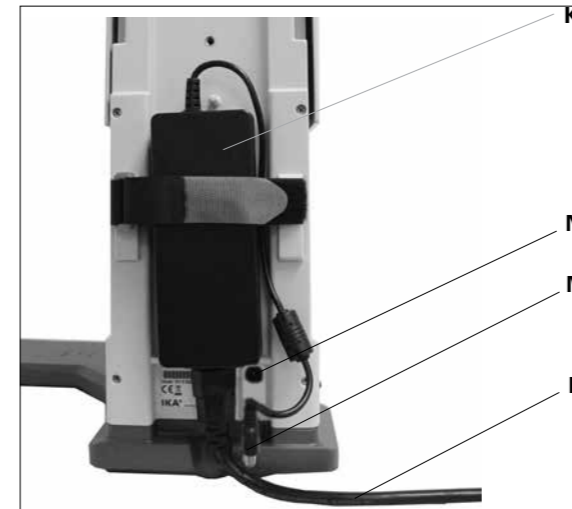

Fig. 9
3.) 安装电源适配器 (Fig. 9)
- 将电源适配器 (K) 置于仪器背部并以尼龙搭扣固定，其中尼龙搭扣的魔术贴连接在电源适配器上。请注意，尼龙搭扣的位置不得处于电源适配器与仪器背部相间的位置。
- 将低电压连接器 (M) 连接到连接接口 (N) 上。(Fig. 9)
- 将电源适配器的电源线插头 (L) 插入电源插座。